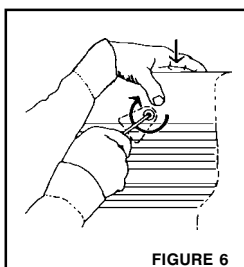
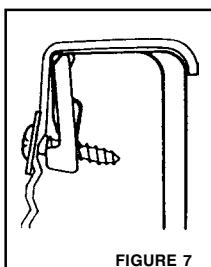

FIGURE 6
FIGURE 7
1. Start at either front (cab end) corner and push downward on bedliner rail while turning screw clockwise with screw driver (see FIGURE 6). You should "feel" the "Liner-Lok™" pivot upwards and stop. Continue turning the screw clockwise until tight (see FIGURE 7).
1. Commencer par le côté cabine de la caisse. Pousser le longeron de la doublure contre le rebord de la caisse en serrant la vis de l'attache "Liner-Lok" dans le sens des aiguilles d'une montre (voir fig. 6). Vous devrez "sentir" le "Liner-Lok" pivoter vers le haut et s'arrêter. Continuer à serrer la vis jusqu'à ce que la doublure soit bien fixée à la caisse du camion (voir fig 7).